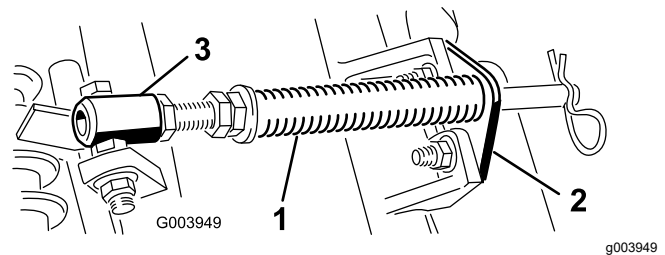

Рисунок 5
1. Удалите два каретных болта и две гайки, которые крепят кронштейн штока к выступам режущего блока (Рисунок 5).
2. Отверните фланцевую гайку крепления болта трубки пружины к выступу несущей рамы (Рисунок 5) и снимите этот узел.